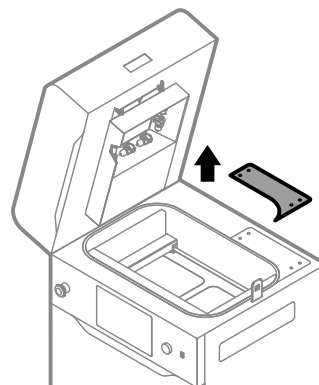

Abb. 12.63 Entferne die Zugangsklappe.
7. Entferne die Zugangsklappe auf der Oberseite des Druckers (Abb. 12.63).